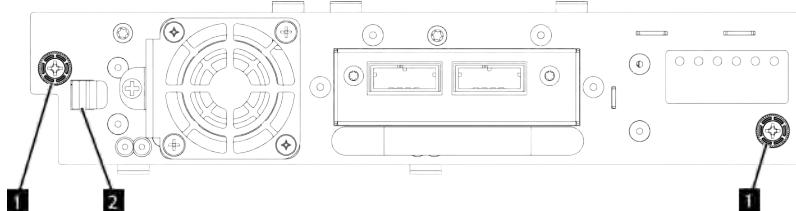

Figure 70. Déverrouillage de l'unité
- Desserrez les vis moletées captives bleues (**1** dans Figure 70, à la page 170) de l'unité de bande. Appuyez sur le levier de verrouillage (**2** Figure 70, à la page 170) vers la droite et tirez fermement sur la poignée de l'unité de bande tout en soutenant le bas de l'unité pour la retirer de la structure.